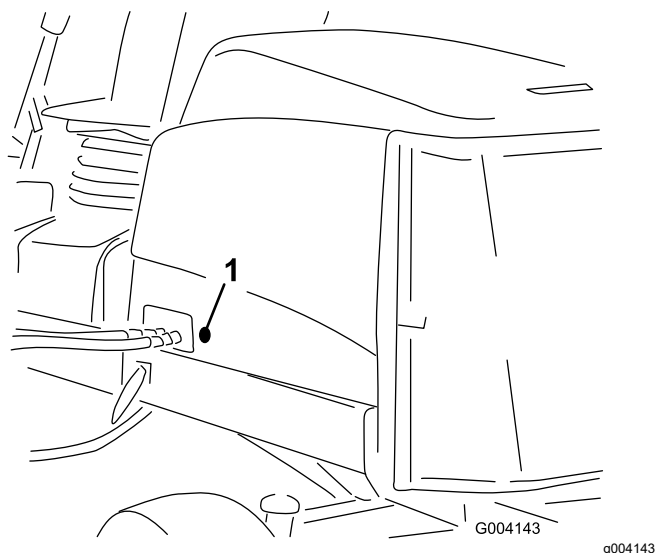

Figure 5
2. Retirez les bagues en caoutchouc du trou situé sur le côté gauche du capot (Figure 5).